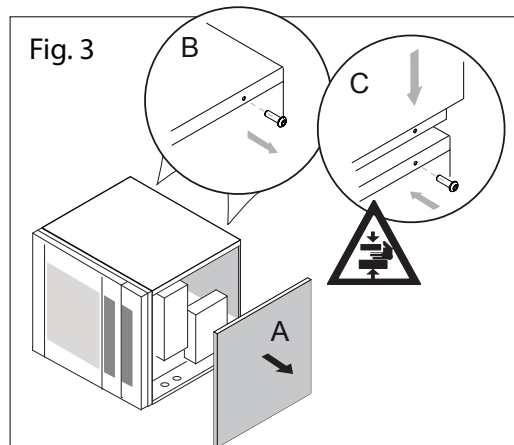

Fig. 3
Remover do forno o painel lateral direito e os dois parafusos de fixação da parede posterior (Fig. 3/A e 3/B).
1. Alinhar os furos de fixação da coifa com os furos de fixação da parede posterior do forno. Reaparafusar os parafusos para fixar a coifa ao forno (Fig. 3/C).